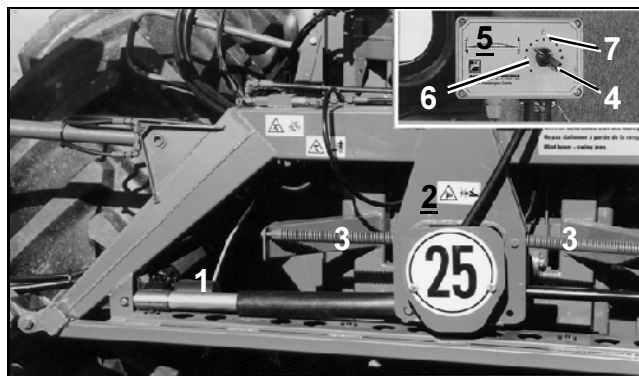
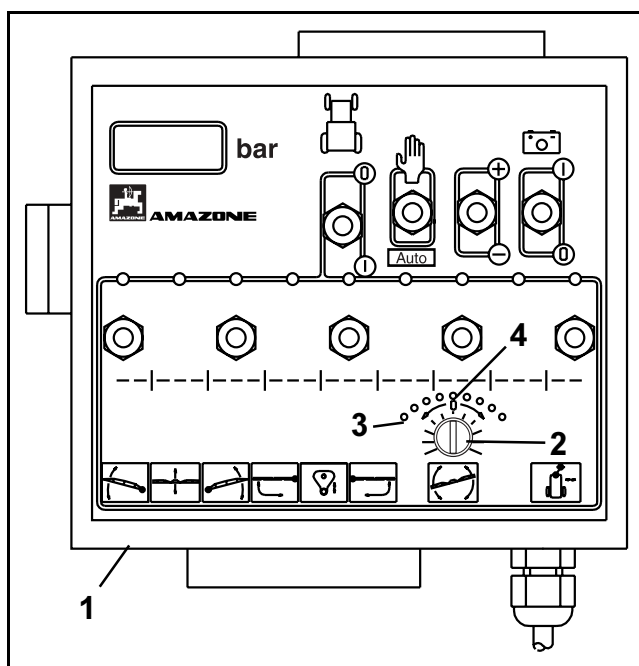

Рис. 105
Рис. 106
- Для регулировки наклона разложенных штанг проворачивайте соответствующим образом вращающуюся ручку (Рис. 105/4 и Рис. 106/2). Отдельные деления шкалы представляют собой соответствующий угол наклона штанг.